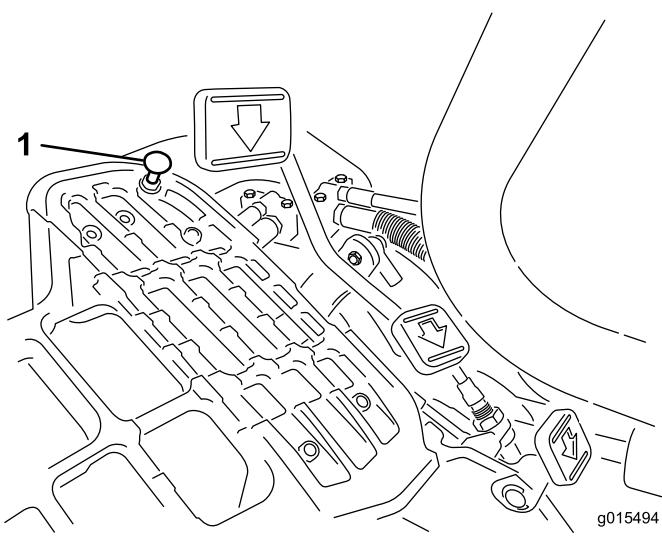

图 52
向下按驱动踏板。如果在电缆感到张紧力之前，线缆踏板接触到停止器（图52），则需要进行调整：
1. 松开将踏板停止器固定到底板上的凸缘头锁紧螺母（图52）。